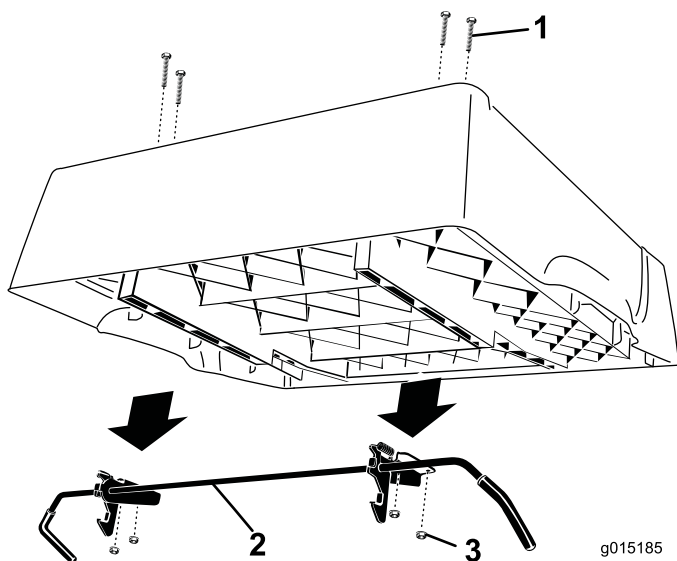

Bild 3
5. Entfernen Sie die vier Bundmutter, mit denen die Riegelstangenhalterungen an der Unterseite der Pritsche befestigt sind (Bild 3). Entfernen und bewahren Sie die Stange und Riegel auf. Lassen Sie die Schlossschrauben in den Löchern und befestigen Sie sie mit den Bundmuttern an der Pritsche.